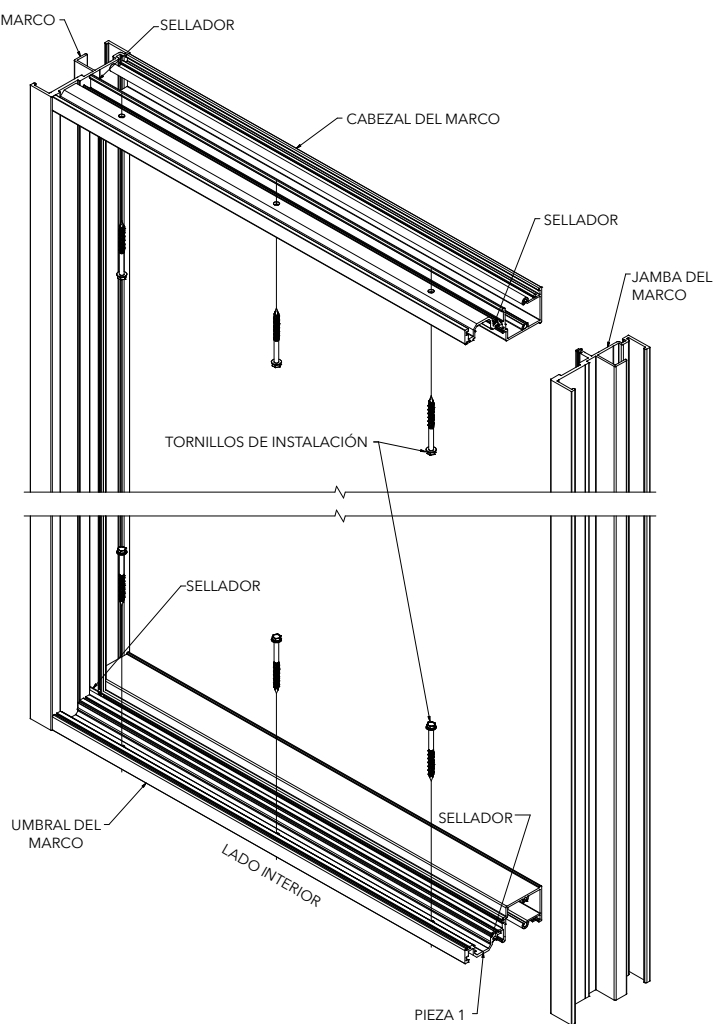

FIGURA 3
- 8. Selle el umbral de la puerta:** Selle todos los anclajes ubicados en el umbral de la puerta y el espacio en ambos extremos entre el canal del umbral (donde se encuentran los tornillos de instalación) y las jambas del marco. (Vea la pieza 1 de la figura 3).